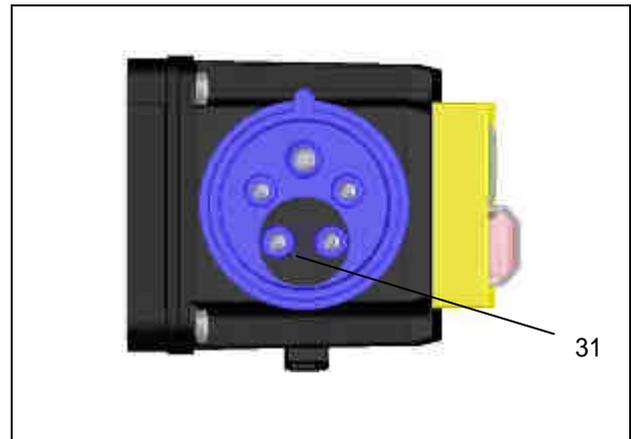

Bild 5: Phasenwender
6. Den Phasenwender (→ Bild 5, [31]) im Netzanschluss mit einem geeigneten Schraubendreher um 180° drehen.